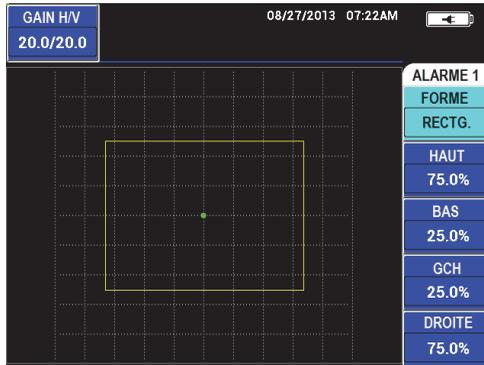

Figure 5-242 Menu Alarme
2. Appuyez sur la touche A pour sélectionner la **FORME** de l'alarme, et puis, à l'aide de la molette de réglage, sélectionnez le type d'alarme voulue : **RECTG.**, **BALAY.**, **SECTEUR** ou **POLAIRE** (voir la Figure 5-242 à la page 317).